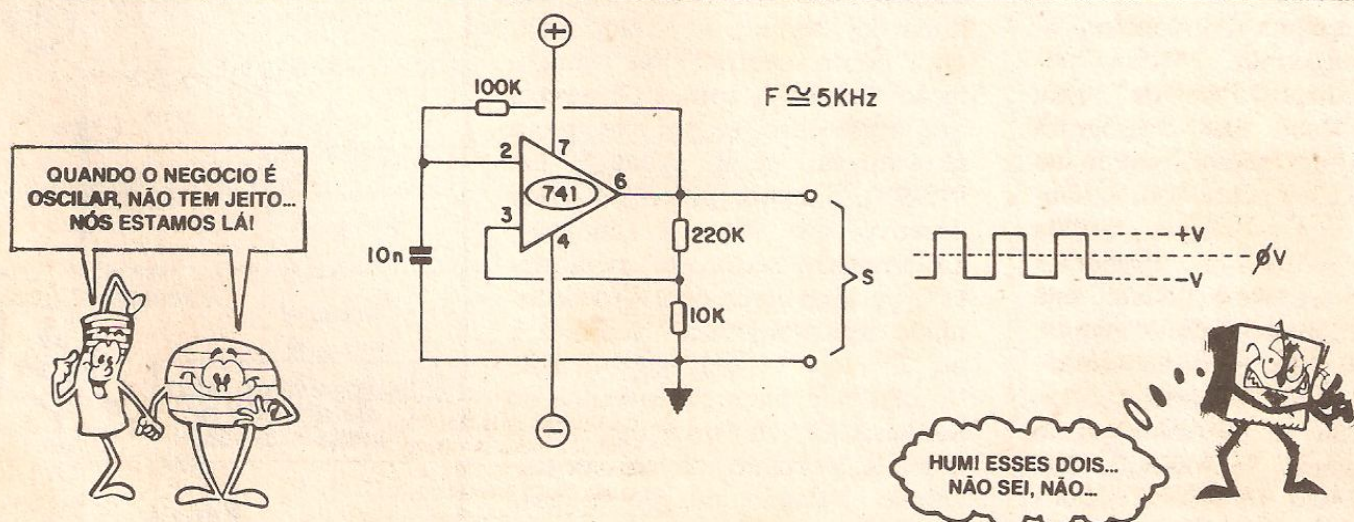

Fig. 16
- FIG. 16 - O 741 COMO OSCILADOR - São várias as configurações nas quais podemos fazer um Amp.Op. oscilar... Algumas delas envolvem sofisticações e cuidados rigorosos, no sentido de determinar com grande precisão (e estabilidade...) a Frequência, com redes múltiplas RC, eventualmente em "ponte", em "Pf", em "T", etc. Tais casos particulares serão eventualmente vistos, em seus aspectos Teóricos, se e
quando forem realmente utilizadas as configurações em eventuais montagens práticas, no futuro... O diagrama da fig. 16, contudo, mostra o arranjo elementar de oscilação para um Amp.Op. como o 741: a primeira providência é efetuar-se a realimentação **positiva** (nós queremos que o amplificador fique "instável"...). Assim, parte do sinal presente na Saída (pino 6) é re-dirigida à Entrada Não Inversora (pino 3), sendo que a "dose" de realimentação é determinada pelos valores dos resistores presentes no divisor de Tensão (no caso, 220K e 10K...). Para a determinação do **ganho** do bloco, temos que nos valer do controle da realimentação **negativa**, entre a Saída e a Entrada Inversora (pino 2), o que é feito, no circuito exemplo, pelo resistor de 100K. Finalmente, a "temporização" ou defasamento necessário à manutenção da oscilação e fixação da Frequência, é promovido pela presença do capacitor (10n, no exemplo). Na verdade, todos os componentes externos ao Amp.Op. são, em maior ou menor grau, "responsáveis" pela Frequência da oscilação, mas, na prática, podemos considerar que o ritmo da manifestação será **inversamente proporcional** ao valor do capacitor (maior valor = Frequência mais baixa, menor valor = Frequência mais alta...). Como geralmente **pré-fixamos** o ganho, não é comum que num circuito de oscilador com Amp.Op. recorramos a modificações calculadas no resistor de realimentação (100K,